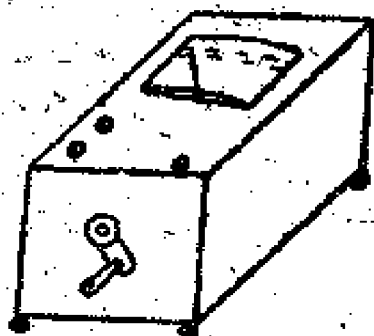

图 4-4
(1) 亮灯法：此种试验设备最简单而且试验起来十分方便，先准备一组电池（蓄电池和干电池全可以），用和电池电压相符的电泡接在电路的两个端点，分别接到任意的两个相的线圈上（应该注意此时三个相的中点不相连），或者任意的一个相的线圈与外皮之上来观看电泡是否发光，如电泡亮就说明所测量的两部分之间有短路或接地的现象，必须进行修复才能使用。
(2) 摇表法：摇表有的地方叫高阻计，又叫梅格表，或百万欧姆表如图4-4，它是检查线圈或其他物品的绝缘的专用设备，用时将两条导线接到表上的两个接线端子上，另外的两个线头搭在被测量的物体上，用手转动摇柄，如所被测量的物品绝缘良好，他的指针偏转距离零点愈远，如绝缘很坏或所需测量的线圈有短路或接地现象，则指针指到零位。